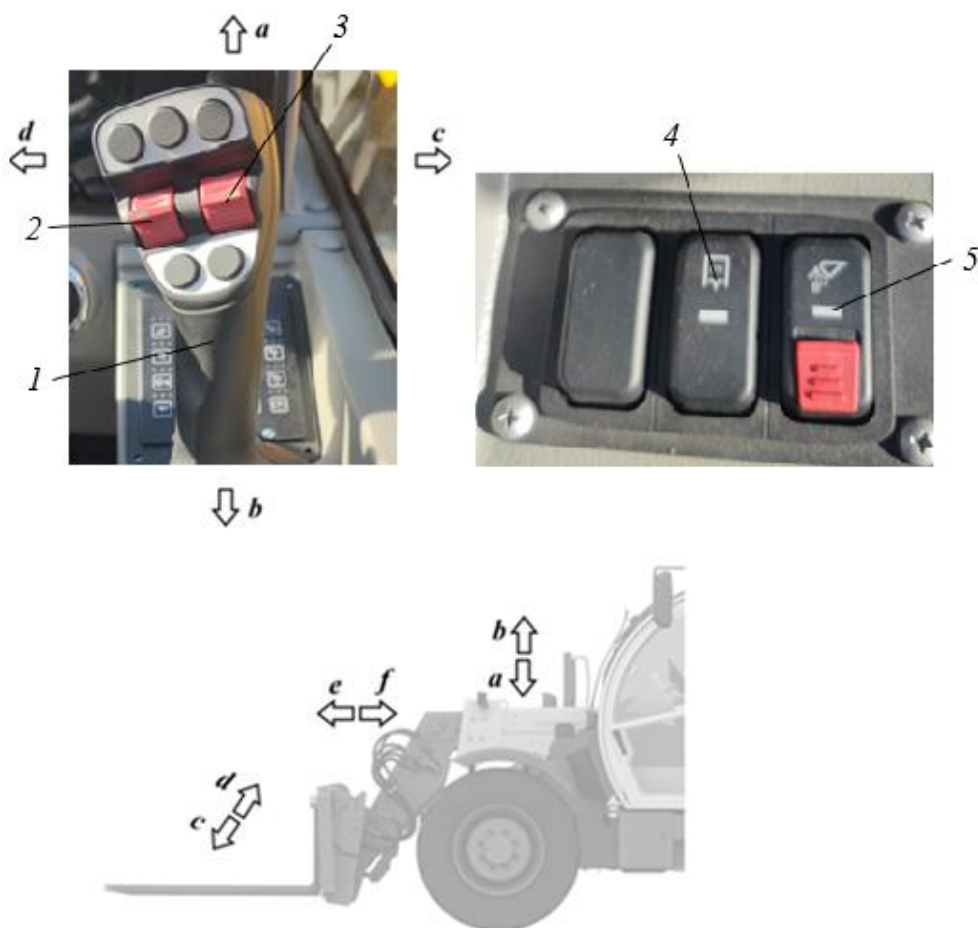

Рисунок 3.91. Схема управления рабочим оборудованием
- ▶ Однократно нажать кнопку 4 на консоли, см. рис. 3.91.
Наклон министика 3 (рис. 3.91) на джойстике теперь будет отвечать за управление потоком на дополнительную секцию.
Для отключения дополнительной секции нужно повторно нажать кнопку 4 на консоли справа от оператора, см. рис. 3.91.
Наклон министика 2 (рис. 3.91) на джойстике теперь будет отвечать за управление БСУ.
- ▶ Нажать кнопку 2 (рис. 3.91) на джойстике.
- ▶ Переместить джойстик в направлении «**a**» (рис. 3.91) от себя до упора и отпустить.